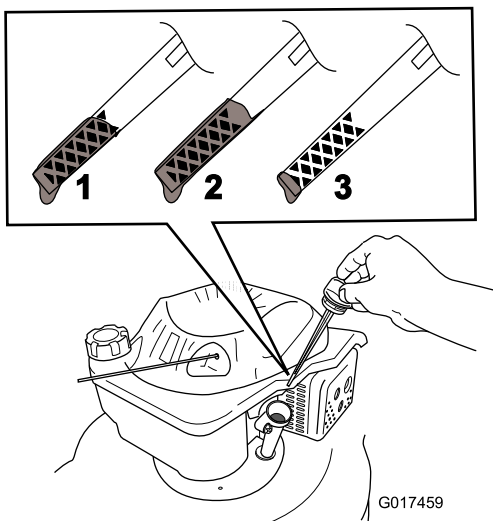

Figure 39
8. Sortez de nouveau la jauge et vérifiez le niveau d'huile (Figure 39).